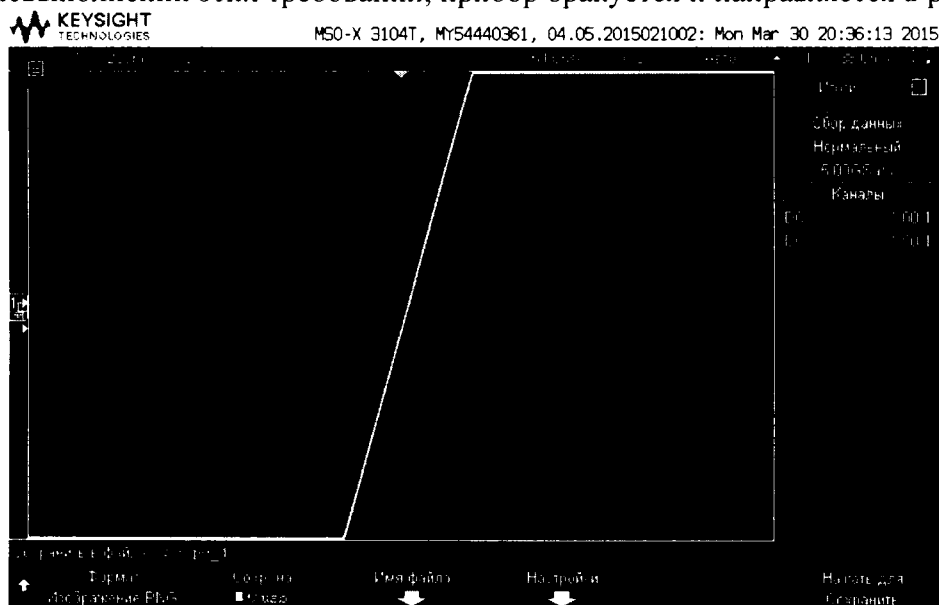

Рис. 1
1. Собрать схему поверки, приведенную на рис. 1.
Результат приведен на рис. 1.